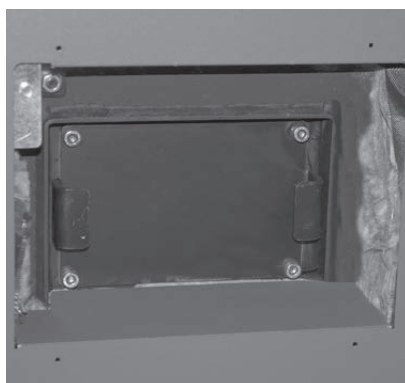
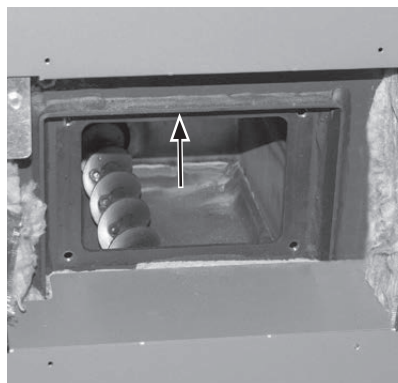

Fig. 74 Défaire le couvercle sur la paroi de la chaudière
Fig. 75 Aspirer le cendrier, nettoyer la sonde lambda intérieure au-dessus de l'ouverture de nettoyage
- ▶ Dévisser le recouvrement de la paroi latérale de droite (4 vis à tête), retirer l'isolation, desserrer le couvercle sur la paroi de chaudière – Fig. 74. Retirer le couvercle et aspirer le cendrier – Fig. 75.
- ▶ Nettoyer la sonde lambda via l'ouverture de nettoyage au niveau du bac à cendres sous les surfaces d'échange – Fig. 75.